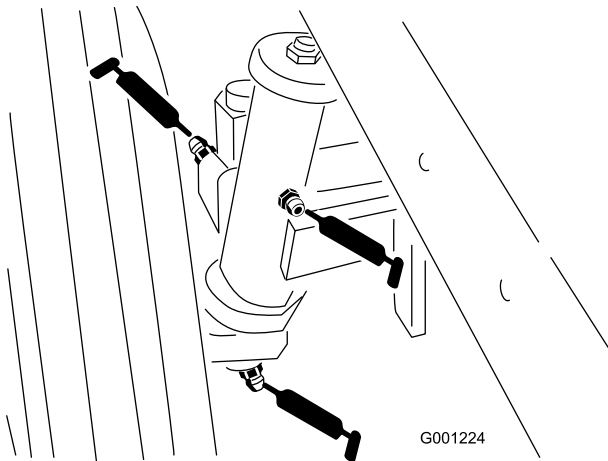

Bild 42
- Spindelbüchsen des Hinterrads (Bild 42)